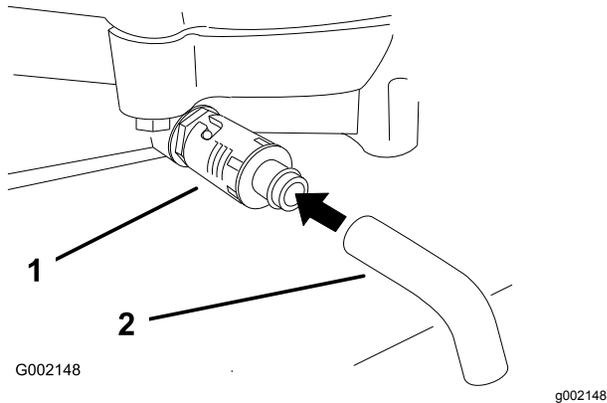

Bild 17
4. Stellen Sie eine Auffangwanne unter den Ablass. Drehen Sie das Ölablassventil und lassen Sie das Öl ablaufen (Bild 17).